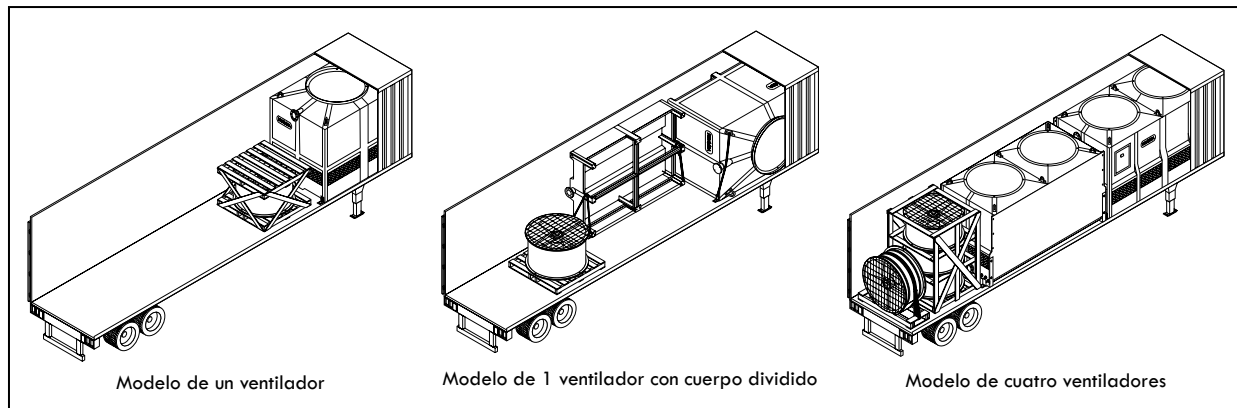

Figura AP-1: Torre de enfriamiento embarcada en contenedor
A. Tome en cuenta que la Torre y el Ducto vienen anclados al contenedor. Para proceder con el desembarque, asegúrese de liberar la carga de los cables y clavos que los sujetan al contenedor (ver Figura AP-1).